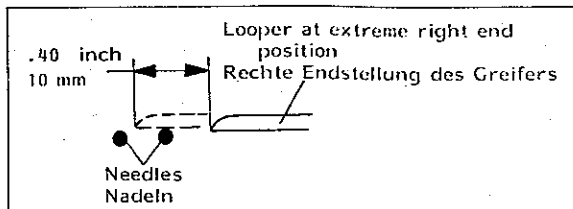

Fig. 63A
2. Rotate the pulley clockwise until the looper has moved 10 mm (.400 in.) from right to left (see Fig. 63A).
2. Drehen Sie die Handrad-Riemenscheibe im Uhrzeigersinn bis sich der Greifer von rechts nach links 10 mm bewegt hat (siehe Fig. 63A).